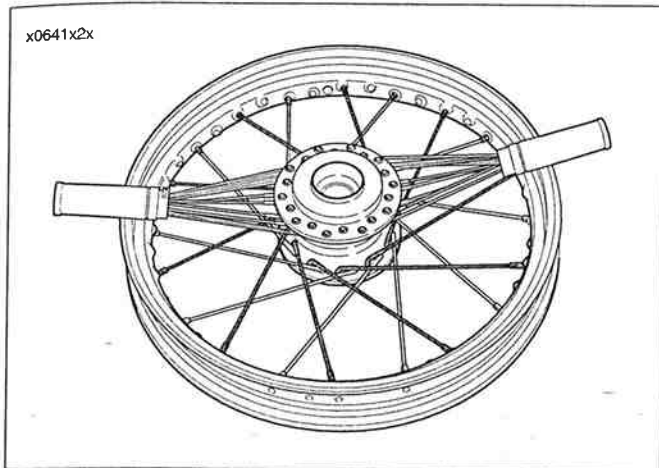

Figura 2-50. Rayo inicial – interior del reborde inferior
- a. Vea la Figura 2-50. Cada rayo interior (cabeza larga) cruza cuatro rayos exteriores (cabeza corta).